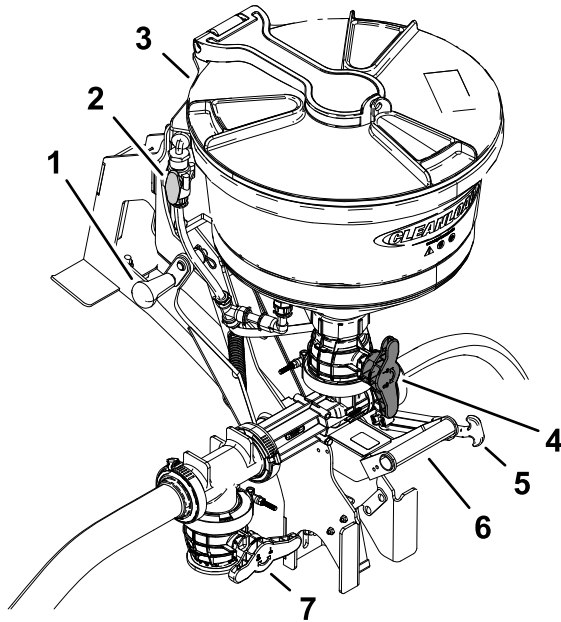

Figura 41
- Utilizzate la stegola inferiore per abbassare il nebulizzatore (Figura 41).
- Aprirete il coperchio per accertare l'assenza di corpi estranei che potrebbero compromettere le performance o contaminare il sistema (Figura 41).
- Aprirete la valvola della tramoggia (manopola rossa) situata nella parte inferiore della tramoggia (Figura 41).
- Aprirete la valvola della tramoggia (Figura 41).
- B. Aprite la valvola di lavaggio e risciacquate la tramoggia del nebulizzatore per 20 secondi (Figura 41).
- C. Chiudete la valvola di lavaggio (Figura 41).
6. Sollevate il nebulizzatore e fissatelo con la cinghia di trasferimento (Figura 41).
7. Chiudete la valvola di intercettazione del nebulizzatore e la valvola della tramoggia (Figura 41).
3. Chiudete e bloccate il coperchio della tramoggia ruotandolo in senso orario (Figura 41).
6. Riportate il nebulizzatore in posizione di trasferimento e fissatelo con la cinghia di trasferimento (Figura 41).